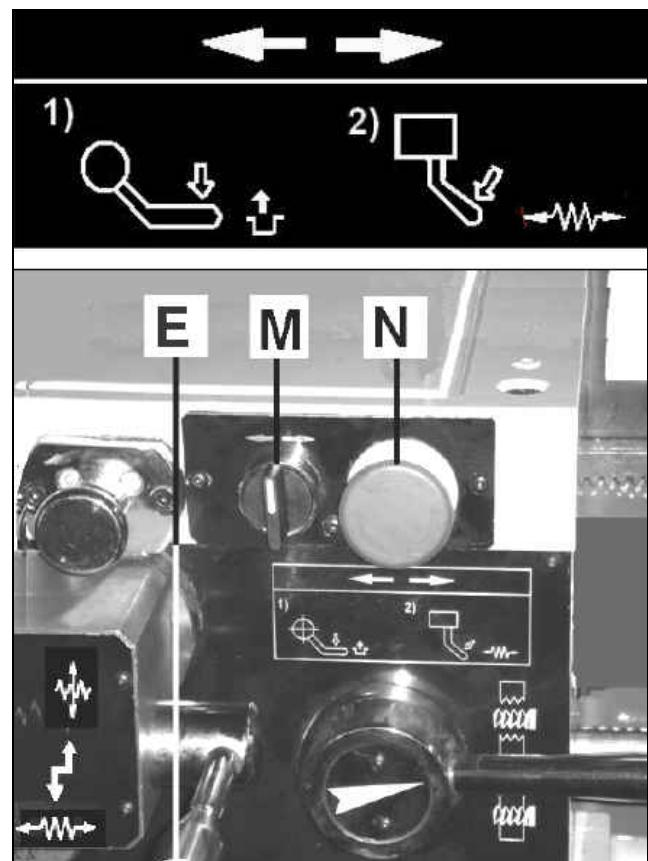

Fig 17
- den Vorschub Wahlhebel (E, Fig 17) einkuppeln ...nach links-unten auf Stellung ←\W\
- den Eilgang Wahlschalter (M, Fig 17) in die gewünschte Richtung drehen.